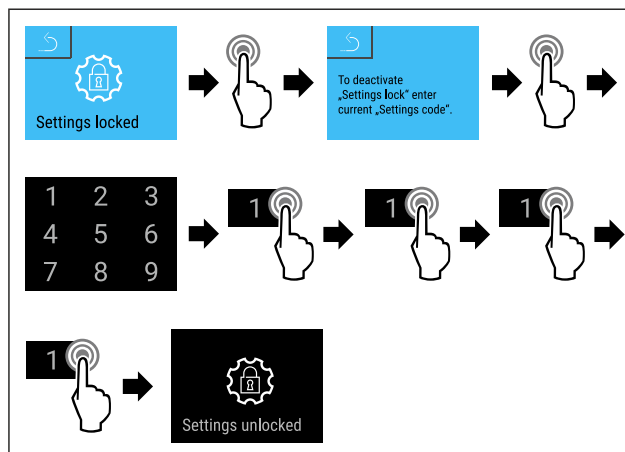

Fig. 89
- Suivre les étapes (voir Fig. 89) .